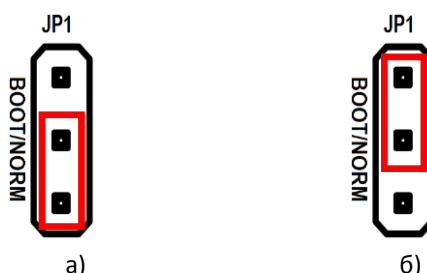

Рисунок 1. Джампер разъема JP1: а) джампер в положении NORM; б) джампер в положении BOOT
4. Переставить джампер разъема **JP1** в положение **BOOT** (смотрите рисунок 1).